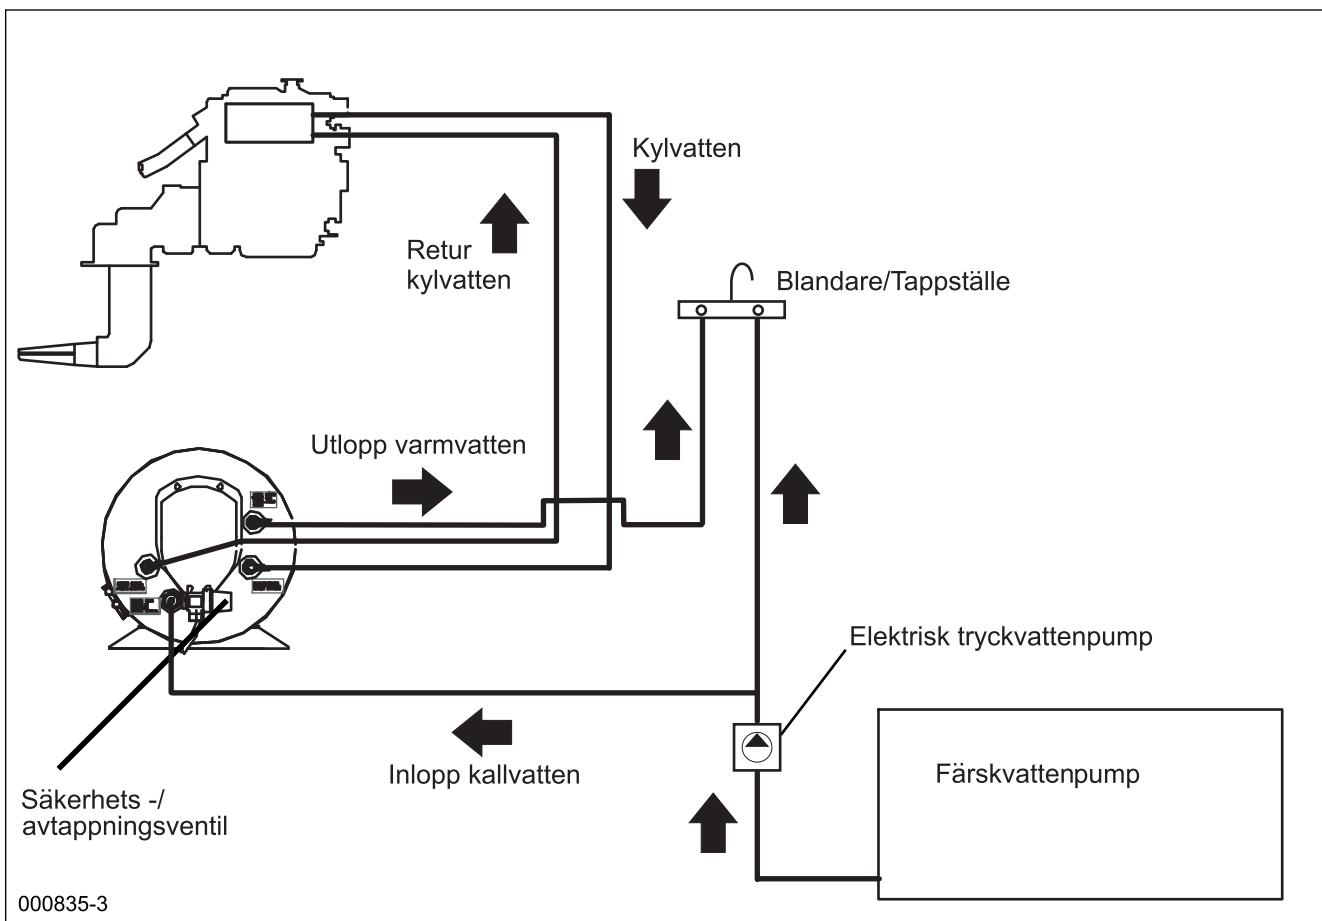

Fig. 1
Varmvattenberedaren kan monteras var som helst i båten så länge den sitter monterad så att motorvattenslingan inte hamnar över nivån på motorns expansionskärl. (Fig. 1). Det är en fördel att hålla slangarna mellan motorn och beredaren så korta som möjligt för lägsta värmeförlust och minsta strömingsmotstånd. Varmvattenberedarens värmeväxlare kan anslutas antingen parallellt eller i serie med motors kylvattenkrets. Valet avgörs av hur motortillverkaren anger att beredaren ska anslutas.
**4.3 Motoranslutningar (se anslutningsschema, fig. 1):** Beredarna är avsedda att anslutas till färskvattenkylda motorer.
**4.4 Anslutning färskvatten (se anslutnings-schema, fig 1):** Beredaren är avsedd att kopplas in så att den förses med färskvatten av en elektrisk tryckvattenpump från vattentanken. Den elektriska vattenpumpen får ge max. 3,8 bar tryck, 2,9 bar för Slim Square, där en flermembranpump ger jämnare flöde och mindre tryckstötar. Vid högre tryck kommer säkerhetsventilen eventuellt att lösa ut vid 7,0 bar respektive 5,5 bar, vid uppvärmning av vattnet.